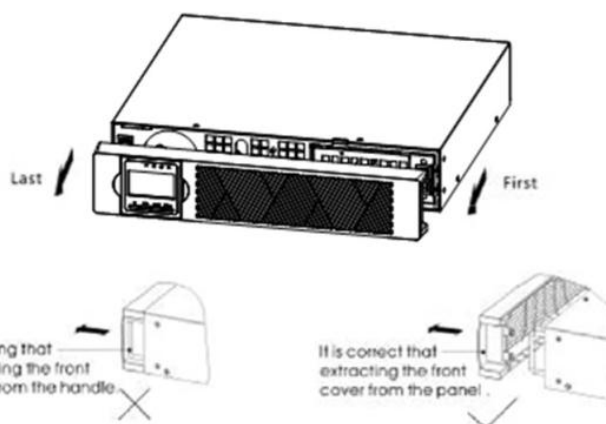

Рис. 2-8
- Снимите переднюю крышку каждого блока АКБ и ИБП (см. рис. 2-8). Установка передней крышки выполняется аналогичным образом. (См. раздел «Установка ИБП»)